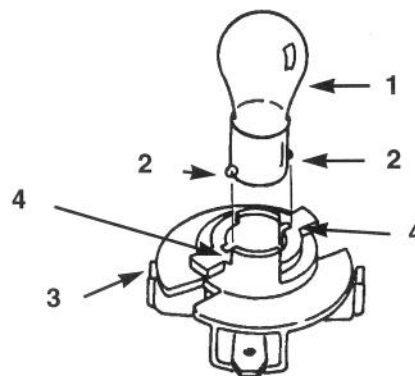

Fig. 18
4. Spingete la lampada e fatela girare in senso antiorario fin quando si ferma (circa 1/4 di giro), quindi toglietela dal portalampada (Fig. 18).
1. Lo zoccolo della lampada è provvisto di spine metalliche. Allineate le spine con le guide nel portalampada, ed inserite lo zoccolo nel portalampada (Fig. 18). Spingete la lampada e giratela in senso orario fin quando non si ferma.